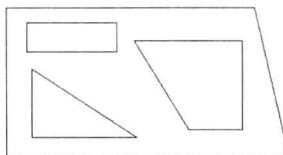

图 1-11 关闭坐标系图标
**步骤(11)** 单击菜单【视图】/【显示】/【UCS图标】/【开】命令, 关闭坐标系图标的显示, 图形的显示结果如图1-11所示。